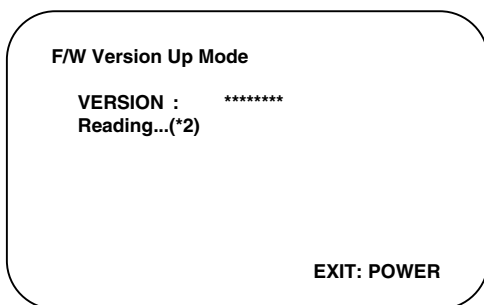

Fig. 3-2-3 Ecran du mode de programmation
4. Le lecteur de DVD entre automatiquement en mode de version suivante F/W. La Fig. 3-2-3 s'affiche à l'écran et la Fig. 3-2-4 apparaît sur le VFD.
La figure qui apparaît dans (*2) Fig. 3-2-3 est décrite comme suit :